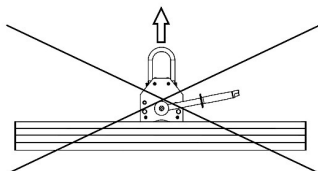

Fig. 14
- Sollevare più di un carico alla volta (fig.14)